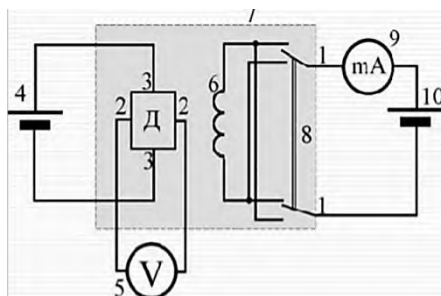
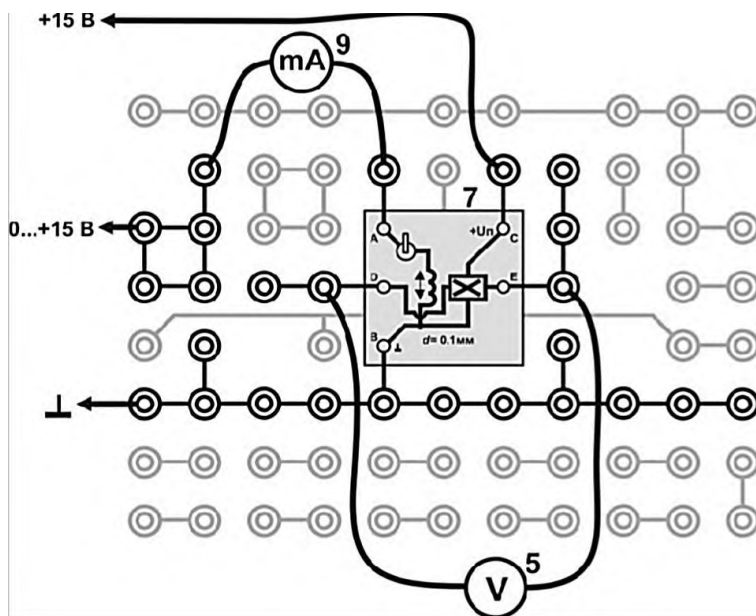

Рис.2.Электрическая схема:
Рис. 3. Монтажная схема: 5, 7, 9 см. на рис. 2
Электрическая схема установки представлена на рис. 2, монтажная – на рис. 3. Исследуемый образец – датчик Холла (Д) представляет собой тонкую пластинку германия, обладающего дырочной проводимостью при комнатных температурах. Датчик помещен в зазор сердечника электромагнита 6 и подсоединен к источнику постоянного напряжения 4. Обмотка электромагнита подключена к регулируемому источнику постоянного напряжения 10 через переключатель 8. С помощью переключателя можно изменять направление тока $I_{\text{эм}}$ в обмотке электромагнита. Ток $I_{\text{эм}}$ измеряют миллиамперметром 9. Для измерения напряжения Холла предназначен цифровой вольтметр 5.
2. Соберите электрическую цепь по монтажной схеме, приведенной на рис.3.